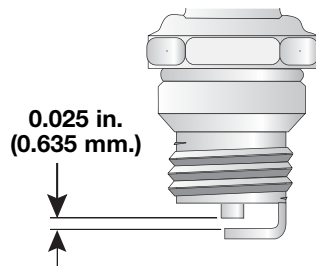

Fig. 34
- Cambie las bujías que estén rajadas, sucias o deterioradas. Fije la separación de aire a 0,635 mm (0,025 pulgadas) utilizando un calibrador (Fig. 34).